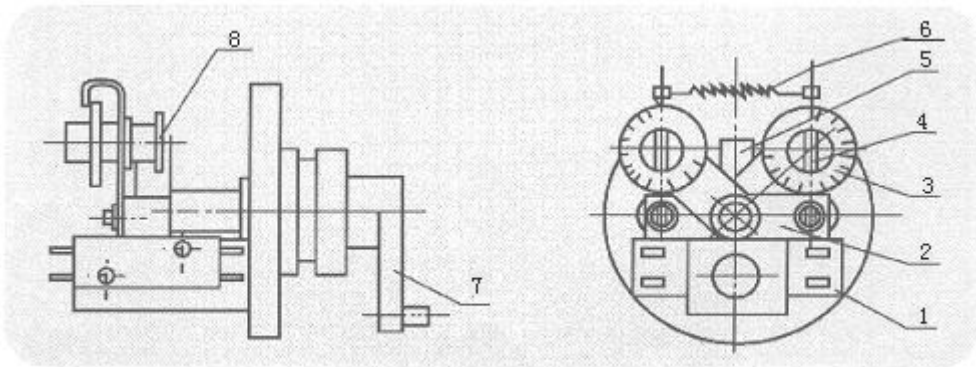

图5 力矩控制器
- 5.3 **转矩控制器：**为全系列通用部件，其结构见图5。当输出轴上受到一定转矩后，蜗杆除旋转外还产生轴向位移，带动曲拐，使碰块产生角位移，从而压迫凸轮，使支架上抬。当输出轴上的转矩增大到整定转矩时，则支架上抬，直至微动开关动作，切断电机电源，使电机停转，从而实现对电动装置输出转矩的控制，达到保护电动阀门的目的。